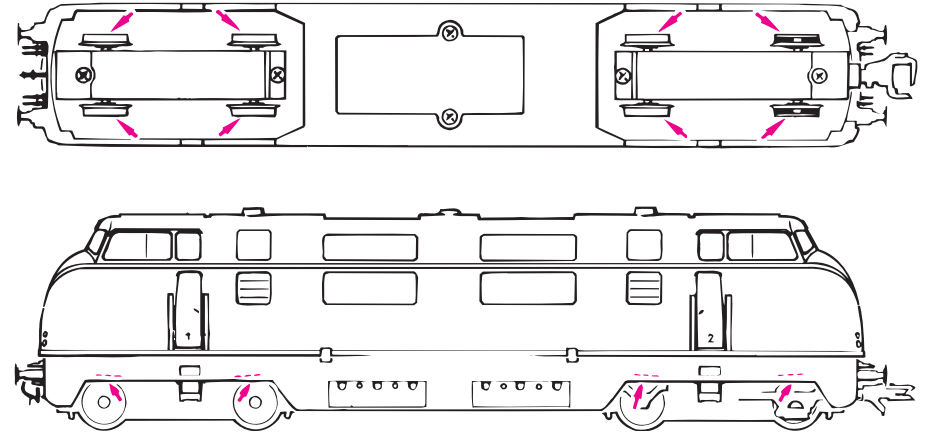

Fig. 4
Mehrzugbetrieb: Zuerst das Lokgehäuse abnehmen (Fig. 4). Danach den Brückenstecker aus der Schnittstelle entfernen (sorgsam aufbewahren). Zuletzt den Stecker des Steuerbausteines lagerichtig einsetzen (Fig. 6).
2. Schmierung: Versehen Sie die im Schmierplan in Fig. 9 gekennzeichneten Stellen mit nur **kleinen Öltropfen**. Dazu zuerst das Lokgehäuse abnehmen (Fig. 4). Wir empfehlen den **ROCO-Öler** Art. Nr. **10906**. Zur Schmierung der Getriebeteile (Zahnräder, Schnecke) empfehlen wir das **ROCO-Spezialfett 10905**. Im Falle der Schmierung diese Teile bitte nicht ölen.
3. Lämpchenwechsel: Zuerst das Lokgehäuse abnehmen (Fig. 4). Danach können Sie die Lämpchen wechseln (Fig. 7).
5. Kohlebürstenwechsel: Lokgehäuse abnehmen (Fig. 4). Danach wird der **Motor ausgebaut** (Fig. 10) und die **Kohlebürsten ausgewechselt**.
Exploitation en télécommande multi-trains: Veuillez démonter d'abord la caisse (fig 4). Enlevez ensuite la fiche de shuntage de l'interface (à conserver!) et enfichez finalement la fiche du module de télécommande aux prises de l'interface. Veillez à la position correcte de la fiche (voir fig. 6).
aux endroits indiqués par le plan de graissage (fig. 9) après avoir démonté la caisse de la locomotive (fig. 4). Nous vous recommandons le **graisseur à huile ROCO réf. 10906**. Pour graisser les engrenages (roues dentées, vis sans fin,...) nous vous conseillons la **graisse spéciale Roco ref. 10905** pour engrenages en matières synthétiques. Lorsque vous utilisez cette graisse il faut éviter d'huiler ces composants.
3. Remplacement des ampoules: Veuillez démonter d'abord la caisse de votre locomotive (fig. 4), puis vous pouvez **échanger les ampoules** (voir fig. 7).
5. Remplacement des balais du moteur: Démontez la caisse (voir fig. 4). Sortez ensuite le moteur de son longement (voir fig. 10) et échangez finalement le balais.
Running in digital mode: First remove loco body (fig. 4). Then remove the jumper from the interface. Finally put the plug of the chip into the interface as shown in fig. 6.
2. Lubrication: Apply **tiny oil drops** to spots marked in fig. 9. Prior to lubrication dismantle locomotive (fig. 4). We recommend using item no **10906, Roco oiler**. For lubrication the gear-parts (e.g. cog-wheels, worm,...) we would recommend our Roco **special grease** (item No. **10905**).
3. Change of lights: First remove loco body (fig. 4) and then change **lights**. (fig. 7).
5. Carbon Brush Changing: First **remove** loco body (fig. 4), and then the **motor** (fig. 10).
voir } Fig. 4